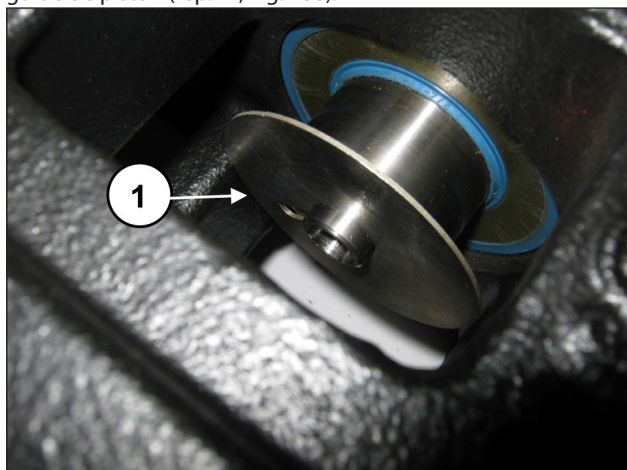

Fig. 186
Placer les bagues anti-éclaboussures dans le logement sur le guide de piston (rep. ①, Fig. 186).